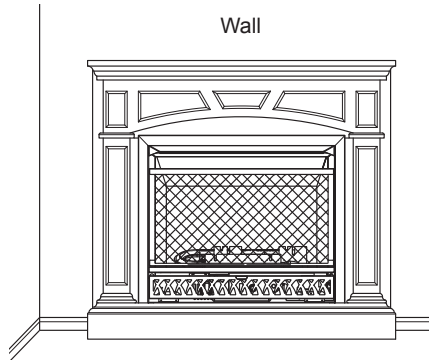

Figura 35
7. Coloque la chimenea a la ubicación deseada, como se muestra en la Figura 35.